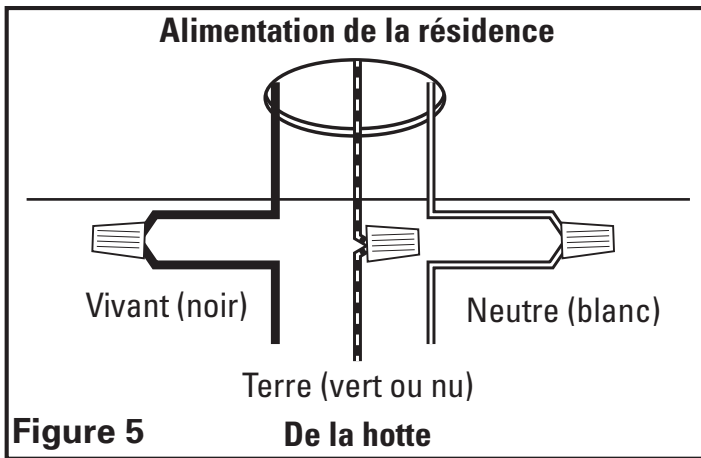

Figure 5
- Examinez le couvercle du compartiment de câblage et sélectionnez l'entrée des câbles la plus appropriée puis retirez l'alvéole défonçable. Passez le câble d'alimentation dans l'ouverture et installez un serre-câble approprié. Raccordez le fil blanc de l'unité de puissance au fil blanc de l'alimentation. Raccordez le fil noir de l'unité de puissance au fil noir de l'alimentation. Connectez le fil de mise à la terre de la résidence (vert ou cuivre nu) au fil de mise à la terre de l'unité de puissance (vert ou vert / jaune). Utiliser des méthodes de raccordement approuvées pour toutes les connexions (**Figure 5**).